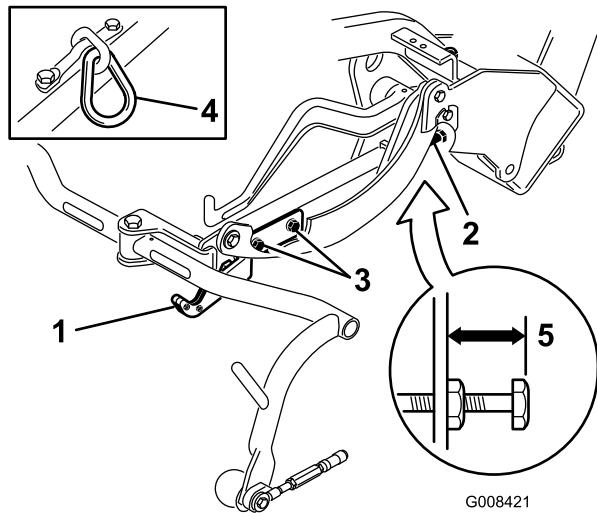
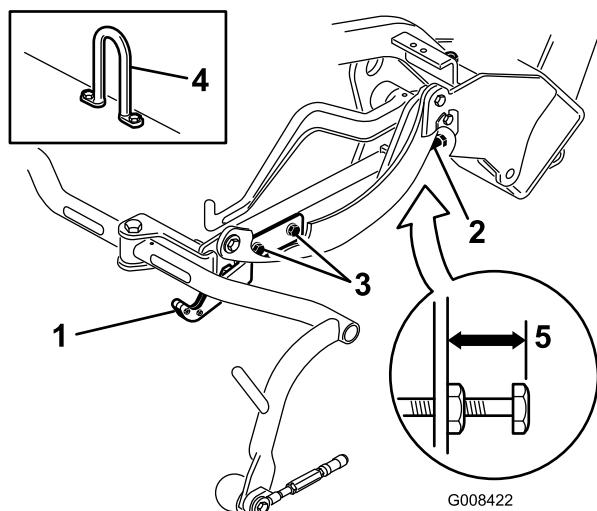

図 13
図 14
移動走行時の高さを調べ（図 13 と図 14）、必要に応じて調整する。
3. チェーンリンクまたはストレート吊り下げフック（図 13 と図 14、挿入図）のついているカッティングユニットでは、キャリアフレーム調整ねじの上端からキャリアフレームの背面までの距離が 22 mm になっていることを確認する。距離が 22 mm でない場合には手順 4 へ進む。オフセットリフト・リンク（図 12）のついているカッティングユニットの場合は、次のステップに進む。
4. 移動走行プレート取り付けねじをゆるめる（図 13 と図 14 と図 12）。
- キャリアフレームの高さが同じでない場合には、キャリアフレーム調整ねじについているジャムナットをゆるめる（図 12と図 13と図 14）。高くするにはねじを外方向にまわし、低くするには内方向にまわす。調整ができたらジャムナットを締めて調整を固定する。